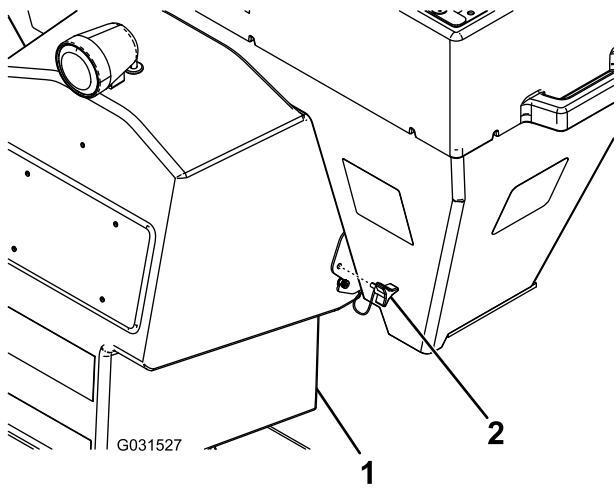

Bild 16
2. Entfernen Sie die zwei Daumenschrauben, mit denen der Tellerstreuer am Füllkasten befestigt ist (Bild 16).
3. Nehmen Sie die Daumenschrauben vom Tellerstreuer ab (Bild 16).
4. Nehmen Sie den Tellerstreuer vom Füllkasten ab (Bild 16).